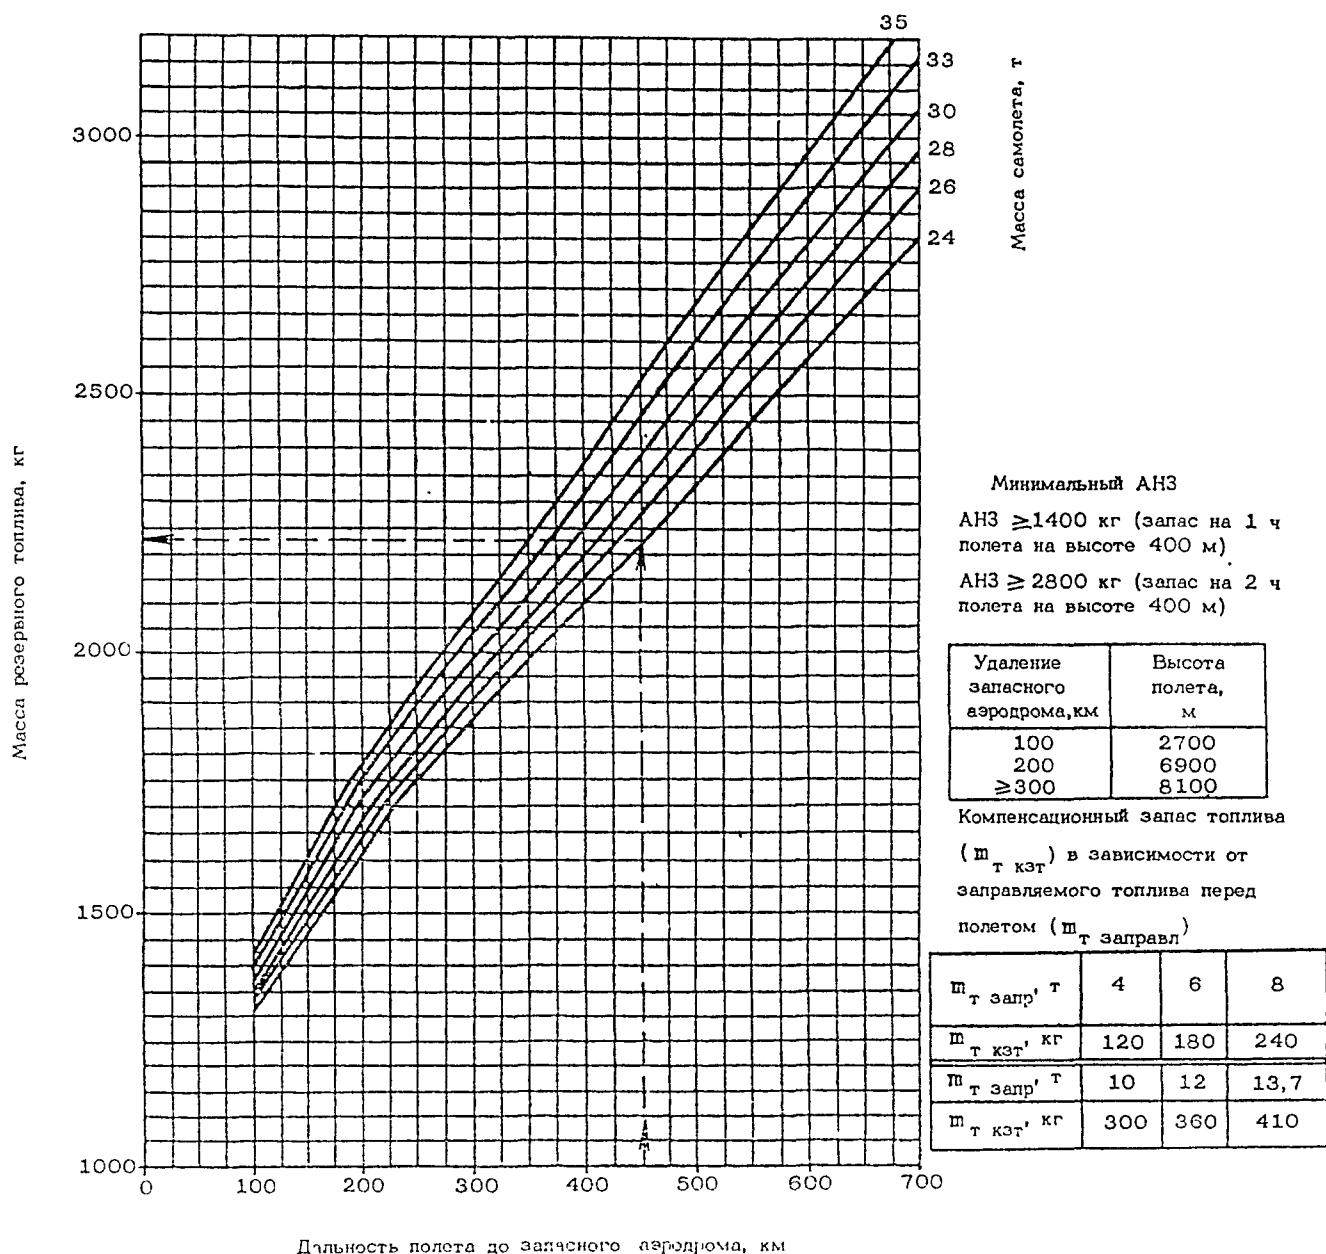

РИС. 43. МАССА АЭРОНАВИГАЦИОННОГО ЗАПАСА ТОПЛИВА В ЗАВИСИМОСТИ ОТ ПОСАДОЧНОЙ МАССЫ САМОЛЕТА НА АЭРОДРОМЕ НАЗНАЧЕНИЯ
- резервный запас топлива ($m_{t \text{ рзт}}$) определите по рис. 43 в зависимости от заданного удаления запасного аэродрома определяется как 3% от $m_{t \text{ озт}}$
- топлива на снижение 290 кг, определенного по рис. 43;
- аэронавигационного запаса топлива, определенного по рис. 43, для удаления запасного аэродрома 450 км: $m_t \text{ азз} = 2230 + 325 = 2555 \text{ кг.}$